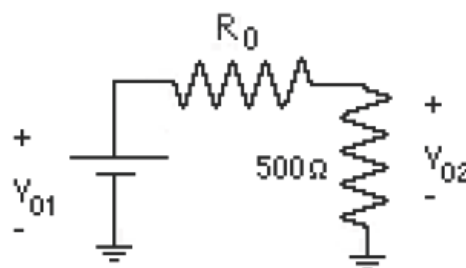

Figura 6.- Circuito para calcular la resistencia de salida del amplificador diferencial
11.- La resistencia de salida se determina haciendo primero una medición del voltaje de salida de amplificador diferencial sin carga (V_{O1}), luego otra medición del voltaje de salida (V_{O2}) con una carga conocida medida inicialmente (por ejemplo 500Ω) y calculando el valor de la resistencia R_o resultante cuando se aplican dichos valores al circuito básico presentado en la Figura 6. Inicialmente se ajusta el voltaje de una de las entradas colocando la otra a tierra, para que el voltaje de salida sea el orden de 1 o 2V. Luego se conecta la resistencia de carga, y se mide cuidadosamente el nuevo voltaje de salida. Puede seleccionarse una resistencia menor de 500Ω si no es posible apreciar adecuadamente la diferencia entre V_{O1} y V_{O2} , teniendo presente que la corriente máxima que puede suministrar el operacional 741 es de unos 20 mA. Anote los resultados en la siguiente tabla y calcule el valor experimental de la resistencia de salida del amplificador diferencial.